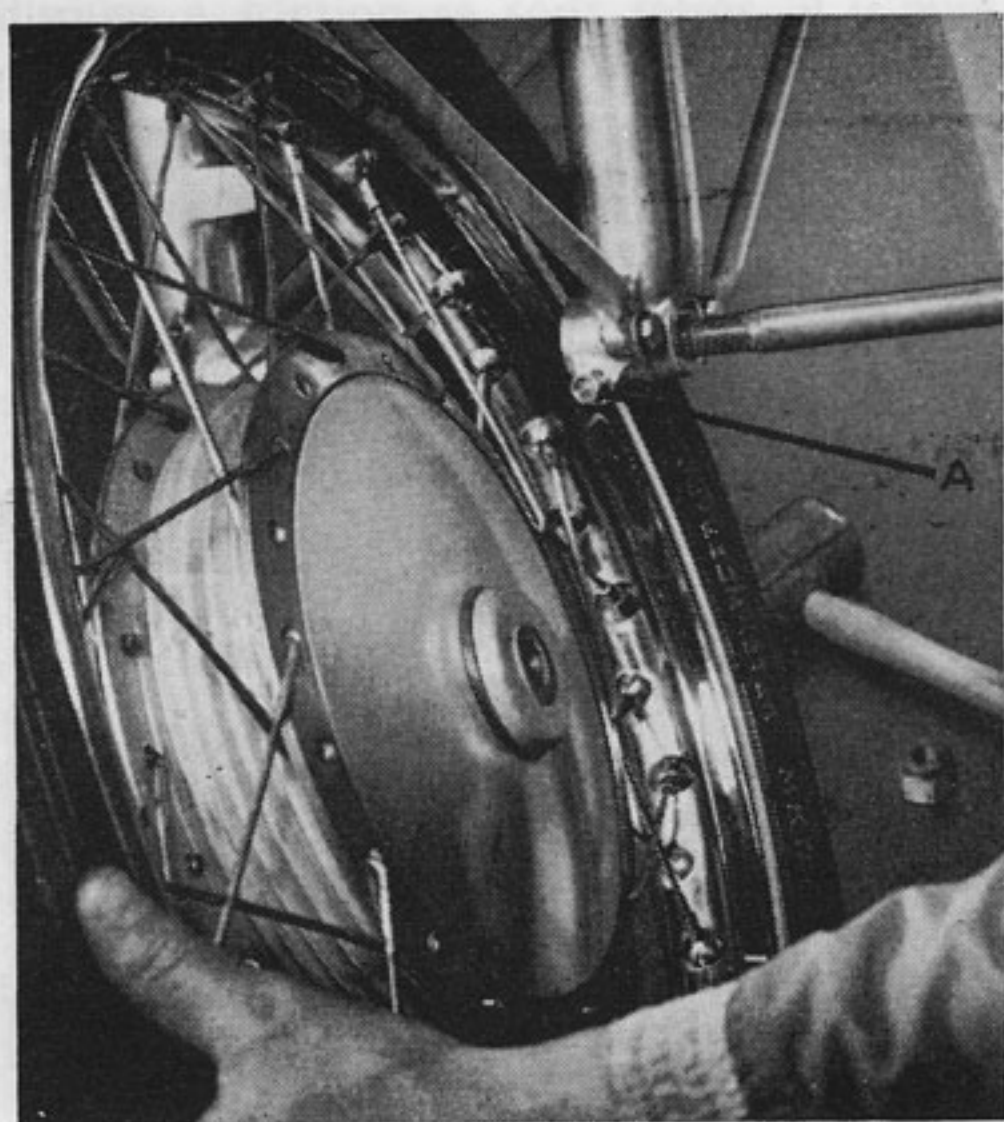
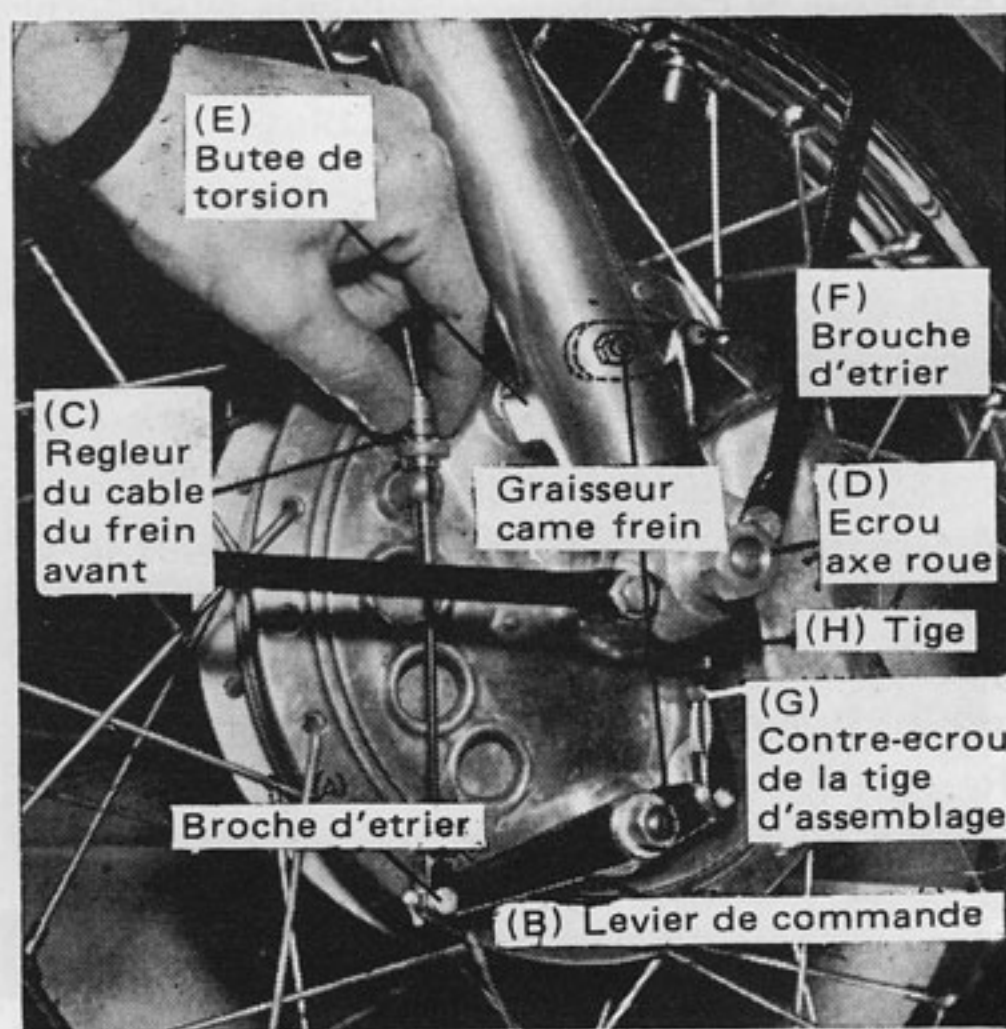

FIGURE 20
FIGURE 21
(Voir Figures 20 et 21)
Soutenir la moto, la roue avant ne touchant pas au sol. Défaire le câble de frein en enlevant la broche d'étrier (A) (Figure 21) au levier de freinage (B) et en dévissant la vis de réglage (C) de sur le flasque du frein. Desserrer l'écrou de serrage de l'extrémité de la fourche (Figure 20, A) et enlever l'écrou de l'axe de la roue (Figure 21, D). Soutenir tout le poids de la roue d'une main tandis qu'on retire l'axe de la roue au moyen d'une broche dans le trou de l'axe.
Remonter dans l'ordre inverse. Lors du remontage garnir l'axe de la roue de graisse et veiller à ce que la butée de torsion (Figure 21, E) soit bien mise. Avant de serrer l'écrou de serrage de l'extrémité de la fourche, appuyer plusieurs fois sur la fourche pour centrer l'axe de la roue. Ne pas trop serrer l'écrou, on risquerait de casser la patte d'attache. Connecter de nouveau et régler le câble de frein. Si la fourche est dure, desserrer l'écrou de l'axe et l'écrou de serrage de l'extrémité de la fourche et déplacer la fourche de haut en bas et de bas en haut pour permettre aux tubes de s'aligner. Resserrer les écrous.
(Voir Figure 21, page 30)